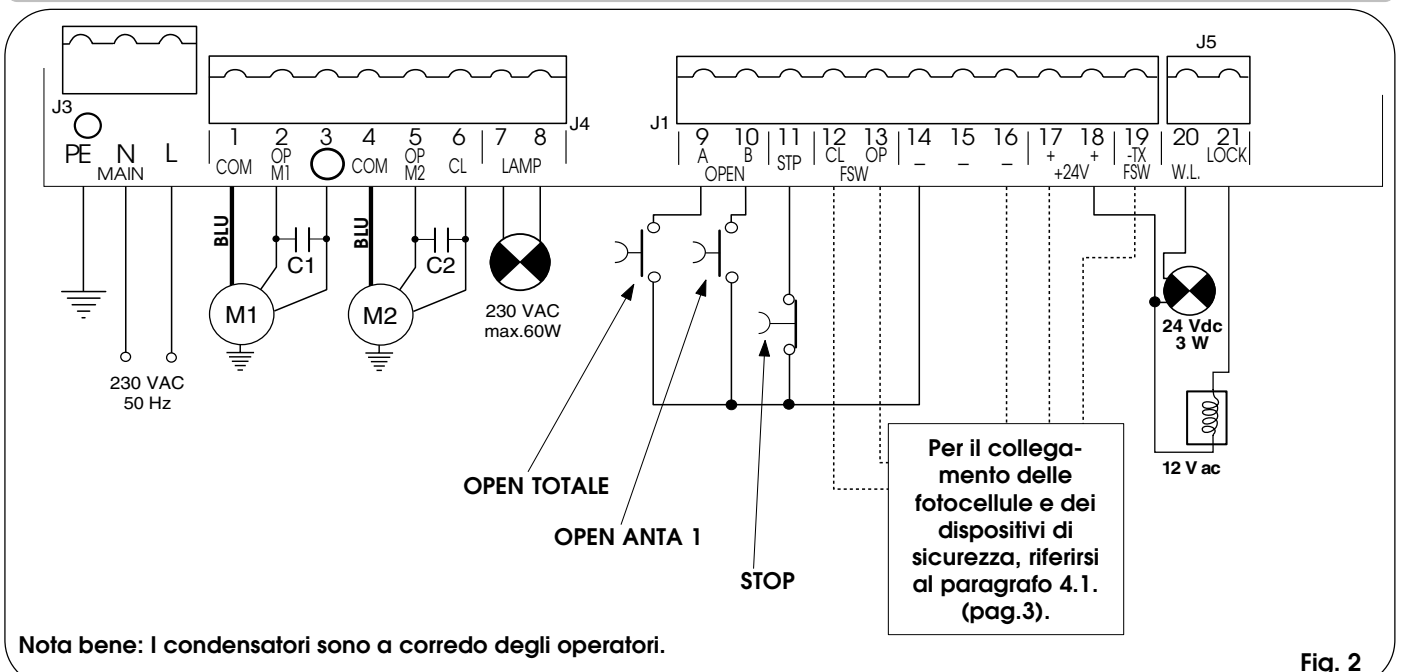

Fig. 2
- Collegare il cavo di terra all'apposito morsetto previsto sul connettore J3 dell'apparecchiatura (vedi fig.2).
4.2. Morsettiera J3 - Alimentazione (fig. 2)
4.3. Morsettiera J4 - Motori e lampeggiatore (fig. 2)
4.4. Morsettiera J1 - Accessori (fig. 2)
4.5. Morsettiera J5 - Lamp. Spia ed Elettroserratura (fig. 2)
4.6. Connettore J2 - Innesco rapido (fig.2)